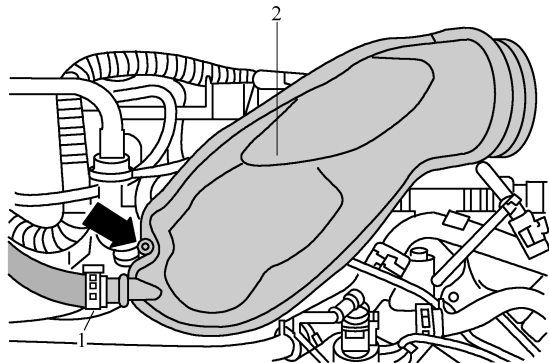

图 9-2-25 从节气门控制单元 J338 上拆下空气导管
(3) 如图 9-2-25 所示，拧出螺栓(箭头所示)，把空气导管 2 从节气门控制单元 J338 上拔下，取下空气导管上的软管 1。